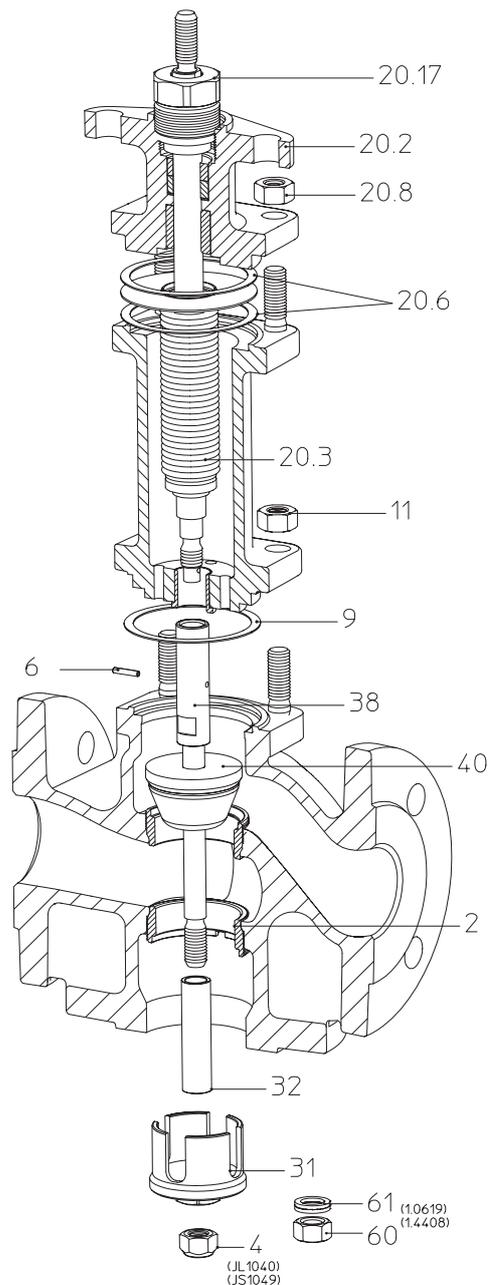

Рис. 18:
- Вывинтите нижнее уплотнительное кольцо (поз. 2) (с учетом п. 7.2) - необязательно, если модель вертикальная (Рис. 18, Рис. 19).